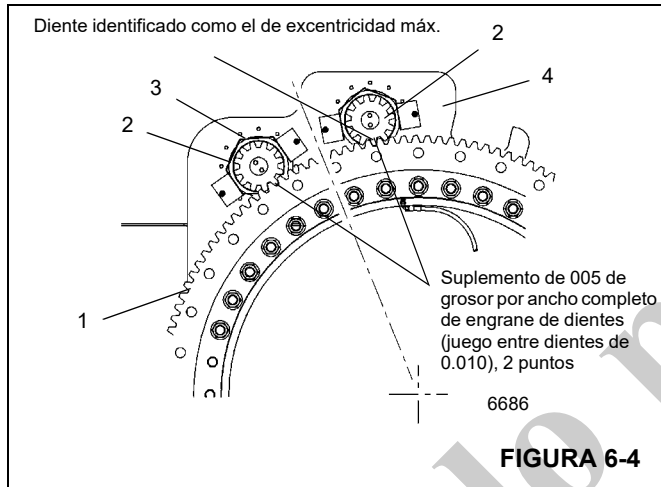

FIGURA 6-4
5. Oriente la corona dentada de modo que su punto de excentricidad máxima (“punto alto”) se encuentre entre los mandos de giro. Coloque los mecanismos de giro de modo que el piñón quede centrado dentro de la muesca recortada en la base y que las lumbreras del motor queden orientadas hacia el lado exterior (Figura 6-4).